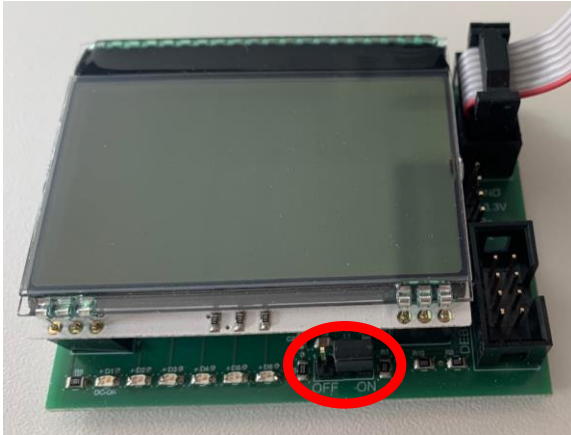

Bild 2
- Jumper **muss** gesetzt sein (siehe Bild 2)